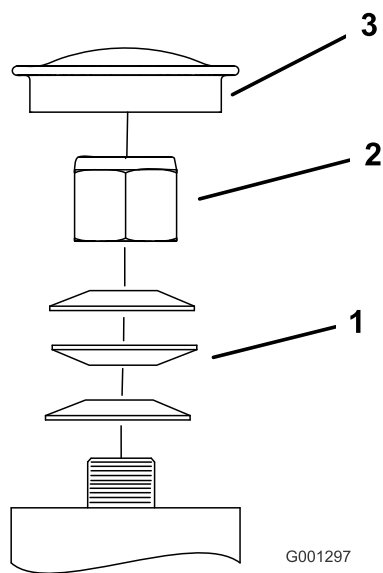

Figura 67
3. Retire el tapón anti-polvo de la rueda giratoria y apriete la contratuerca (Figura 67).
4. Apriete la contratuerca hasta que las arandelas de muelle estén planas, luego afloje la contratuerca 1/4 de vuelta para establecer la pre-carga correcta de los cojinetes (Figura 67).
Importante: Asegúrese de que las arandelas de muelle están correctamente instaladas, según se muestra en Figura 67.
5. Coloque el tapón anti-polvo (Figura 67).